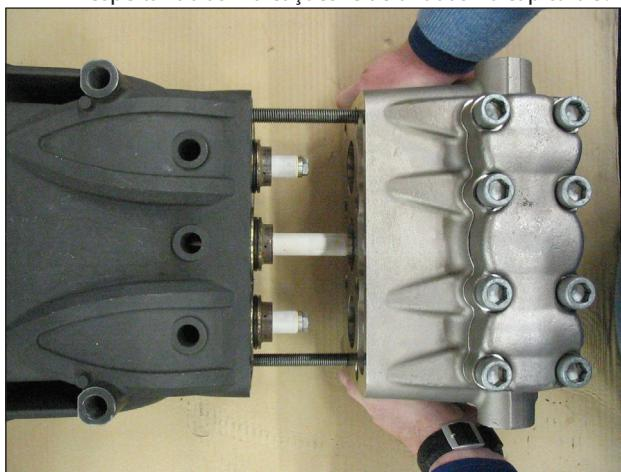

Fig. 33
- B) Lubrifique os componentes ②③⑤ com lubrificante de silicone do tipo OCILIS, cód. 12001600. Tal operação é considerada necessária também para facilitar a adaptação das bordas da vedação sobre os pistões.
2. Use dois parafusos - tomada de serviço (cód. 27508200) fixada ao cárter, conforme indicado na Fig. 33, posicione o cabeçote completo, certificando-se de que esteja centralizado no pistão central.